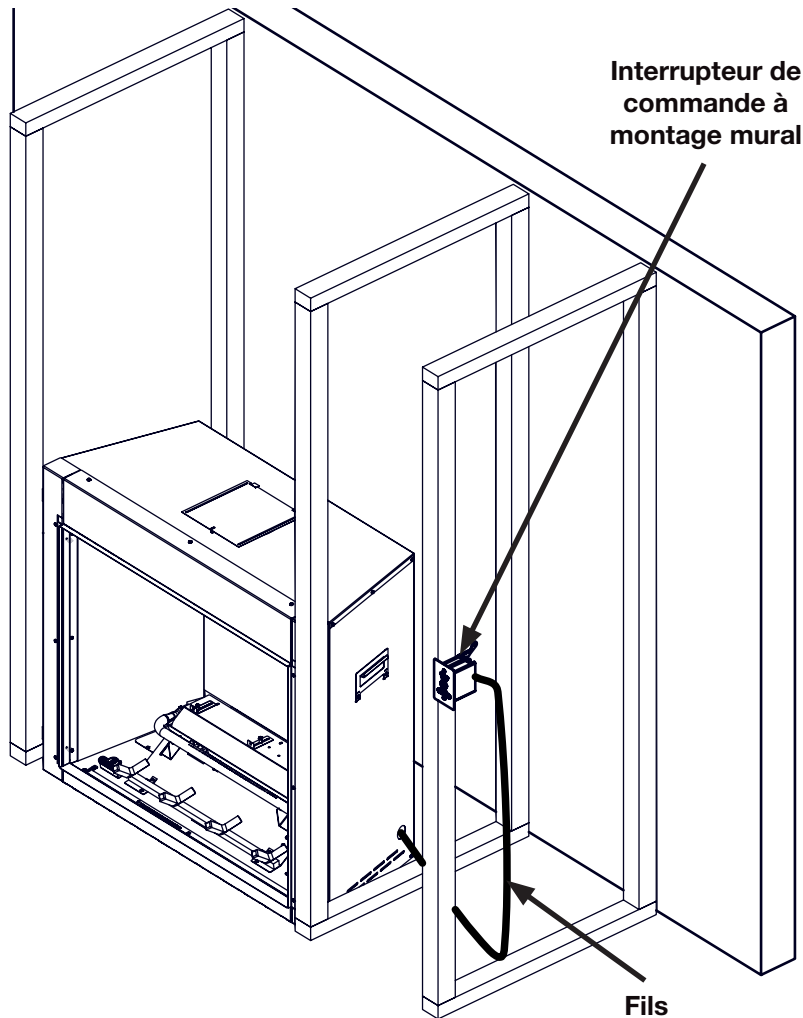

FIG. 3
3. Installez l'interrupteur de commande à l'aide du support ajusté et du fil de 20' (6 m) fourni (FIG. 3).